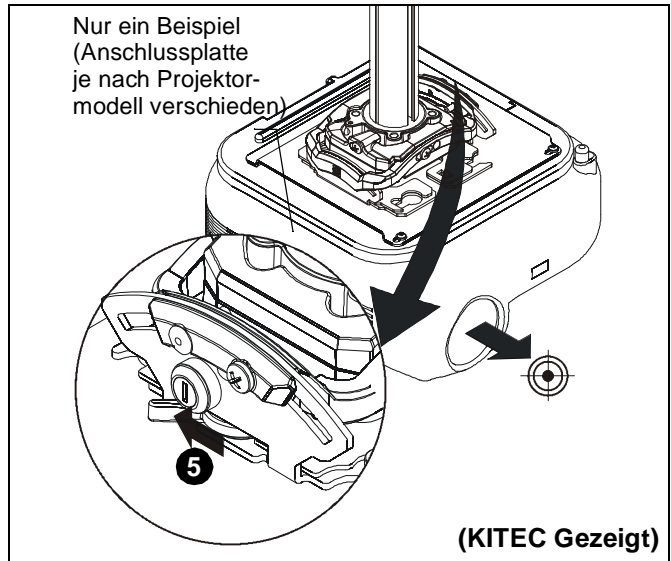

Abb. 21
5. Bringen Sie den Feststellhebel in die „Versperrt“-Position. (Siehe Abb. 21)